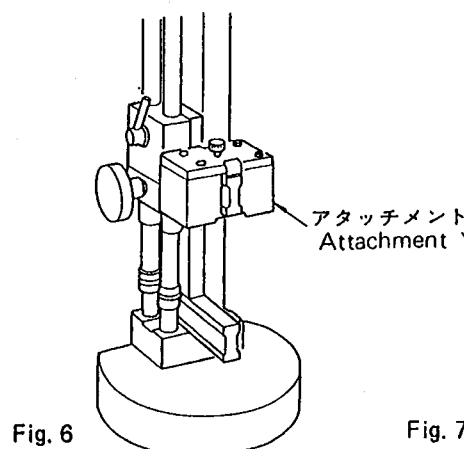

Fig. 6
(7) 測定寸法によりアタッチメントを選択し(Table 1 参照)、平行ジョウに取り付けます(Fig.6)。
(7) Install an appropriate attachment (See Table 1) on the parallel jaw. (See Fig. 6)